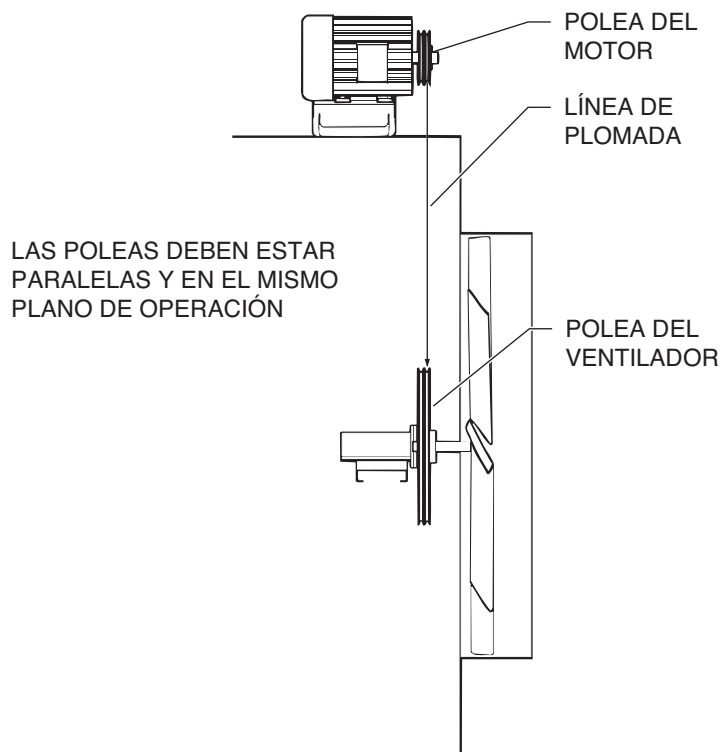

Figura 4
5. Instale la polea del motor y alinéela con la polea del ventilador. Los soportes del motor están ranurados para una mejor alineación. Ver la Figura 3. Es útil utilizar una línea de plomada para alinear poleas. Ver la Figura 4.